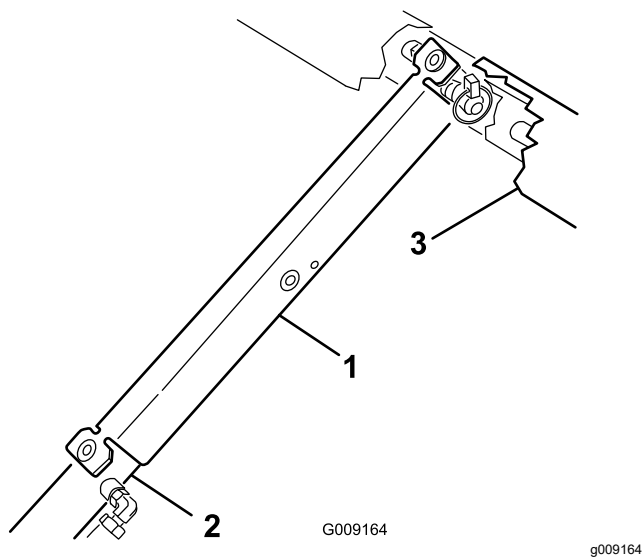

Figura 21
3. Empuje el soporte de la plataforma sobre la varilla del cilindro, asegurándose de que los extremos del soporte descansan sobre el extremo del cilindro y sobre la rótula de la varilla del cilindro (Figura 21).